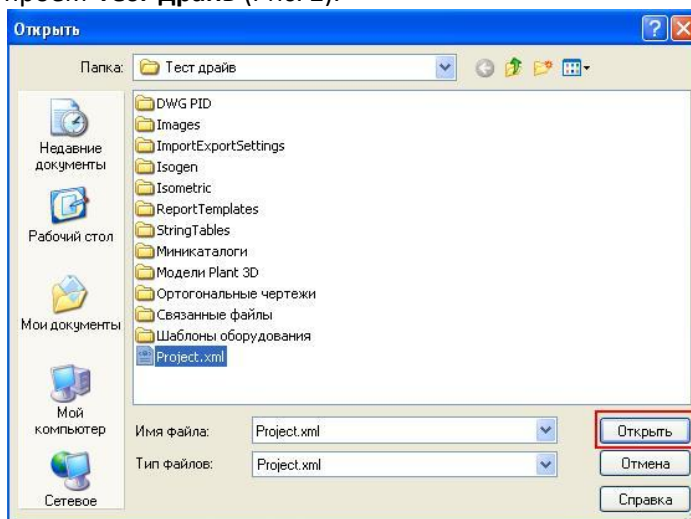

Рис. 2
3. Выберите из папки **C:\AutoCAD Plant 3D Projects\Тест драйв** файл **Project.xml** и откройте проект **Тест-драйв** (Рис. 2).